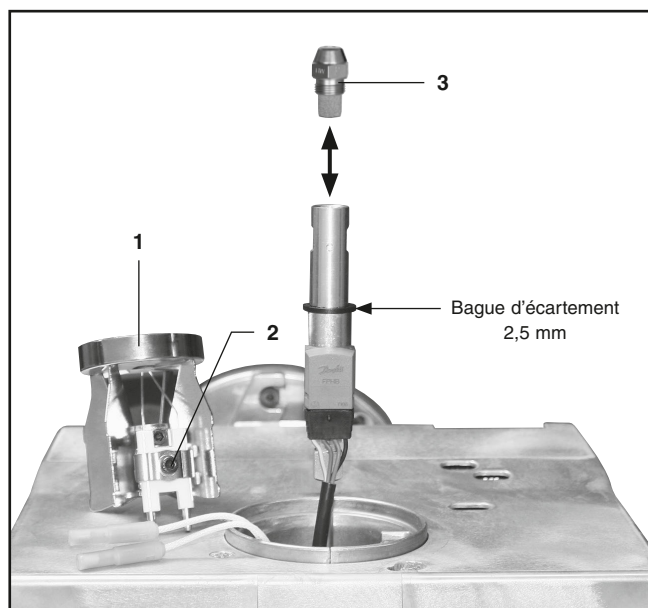

Figure 9
- Tourner le brûleur vers la gauche et le retirer du gueulard. Mettre ensuite le brûleur dans la position de service (Cf. fig. 9).
- A l'aide d'une clé à six pans creux de 4 mm, dévisser la vis (2) et retirer l'accrocheur de flamme (1) (Cf. fig. 9).
- Choisir le gicleur (3) qui convient à la puissance nécessaire (voir tableau page 9)
- Retirer le gicleur (3) installé et visser le nouveau gicleur (Cf. fig. 9).